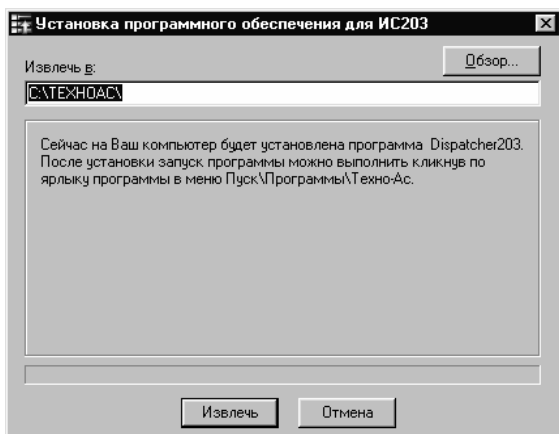

Рис.4
3.3 Для установки программы нажать кнопку “Загрузить” или 2 раза щелкнуть левой кнопкой мыши по строке с названием программы. После запуска программы установки появится окно, показанное на рис. 4.